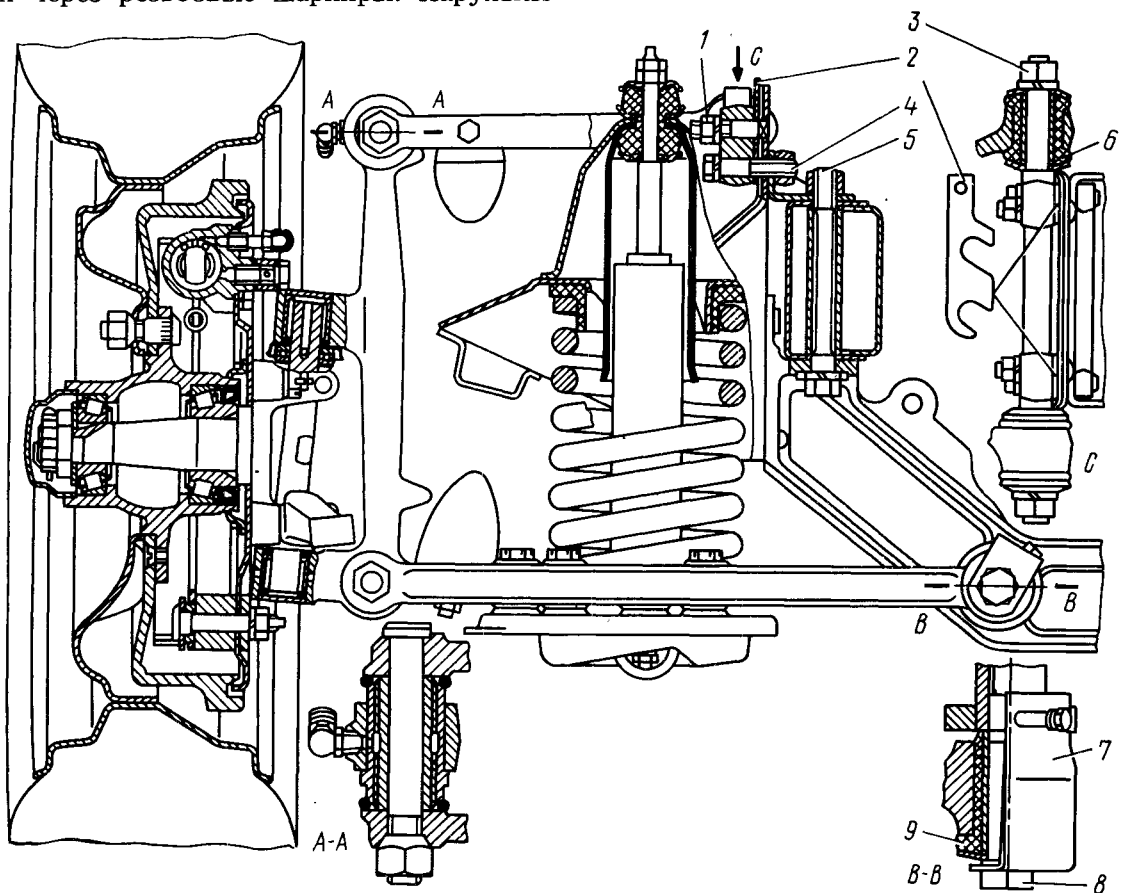

Рис. 135. Передняя подвеска:
Передняя подвеска автомобиля (рис. 135) — независимая, шкворневая, пружинная, рычажная (с поперечным расположением рычагов), с двумя телескопическими амортизаторами двухстороннего действия; смонтирована на съемной поперечине и представляет собой самостоятельный узел.
Регулировка развала и продольного наклона шкворней осуществляется изменением количества регулировочных прокладок 2 (см. рис. 135).
числа прокладок 2 (см. рис. 135) спереди и сзади на одинаковую величину развал увеличивается (или становится положительным) и, наоборот, при удалении одинакового количества прокладок развал уменьшается (или становится отрицательным). Добавление по одной прокладке (толщиной 1 мм) увеличивает развал на $0^{\circ}10' - 0^{\circ}15'$
- проверить резьбовые крепления верхних и нижних рычагов передней подвески. Пальцы 8 (см. рис. 135) оси нижних рычагов после снятия стопорных пластин 7 должны быть затянуты моментом 18 — 20 даН·м (18 — 20 кгс·м), гайки 3 оси верхних рычагов — моментом 7 — 9 даН·м (7 — 9 кгс·м);
4. Ослабить гайки 1 и болты 4 (см. рис. 135) крепления оси верхних рычагов для освобождения регулировочных прокладок 2.